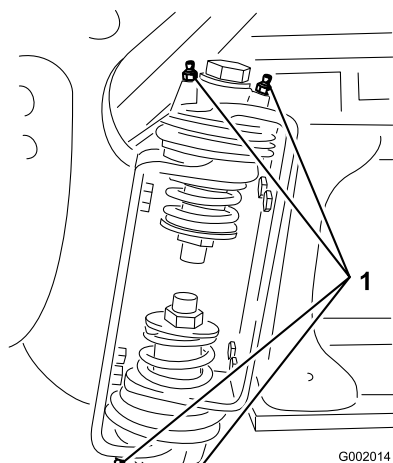

Figura 41
2. Bombear grasa en el cojinete o casquillo de cada punto de engrase Figura 41.